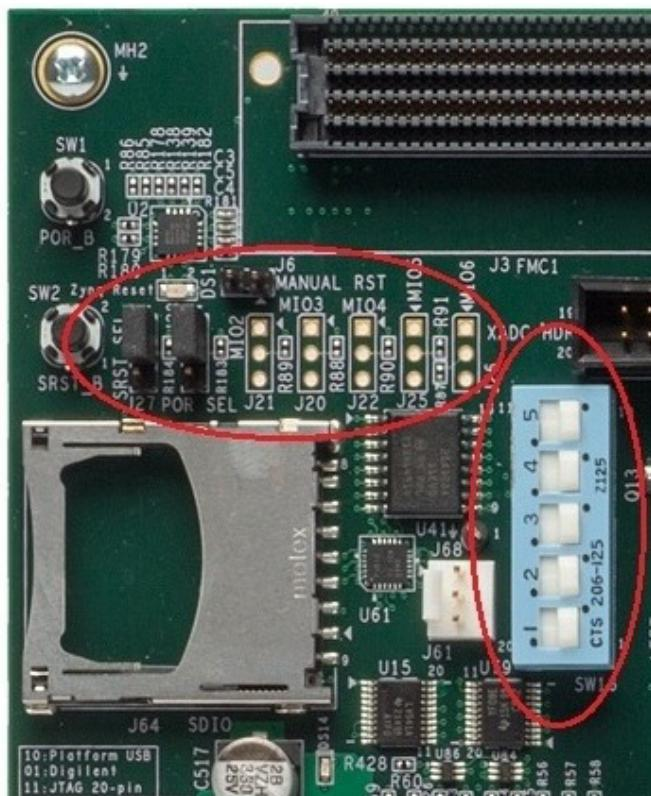

図 5-2 : SW16 スイッチの設定の確認
- 図 5-2 に示すとおりに SW16 スイッチが設定されていることを確認します。